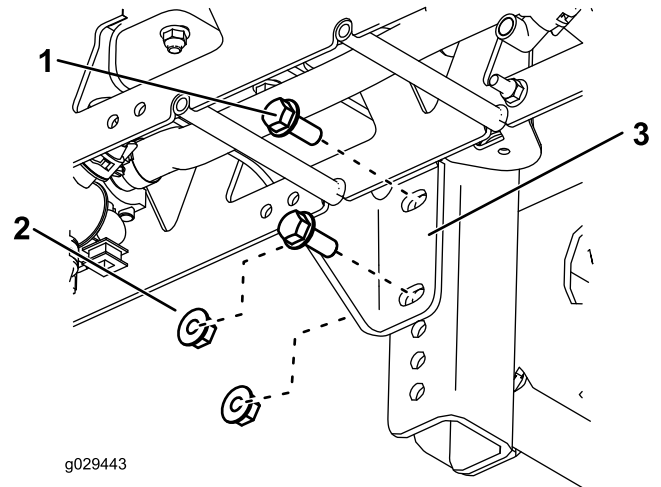

Figura 8
5. Marque la posición de los taladros donde los soportes de montaje están sujetos a la máquina (Figura 8).
6. Retire las 2 tuercas y los 2 pernos de ambos soportes de montaje, y retire el conjunto de brazo de la máquina (Figura 8).